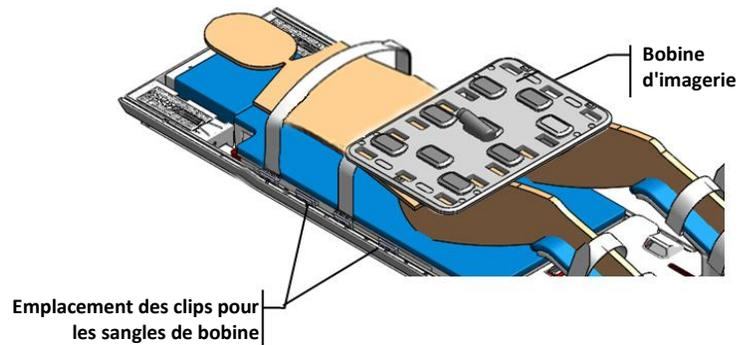

Figure 41 : Placement de la bobine
2. **Manipulateur IRM** : placer la bobine d'imagerie antérieure au-dessus du bassin du patient. La bobine doit être centrée au-dessus de la prostate, sans entraver le déplacement du système de positionnement (*Figure 41*).